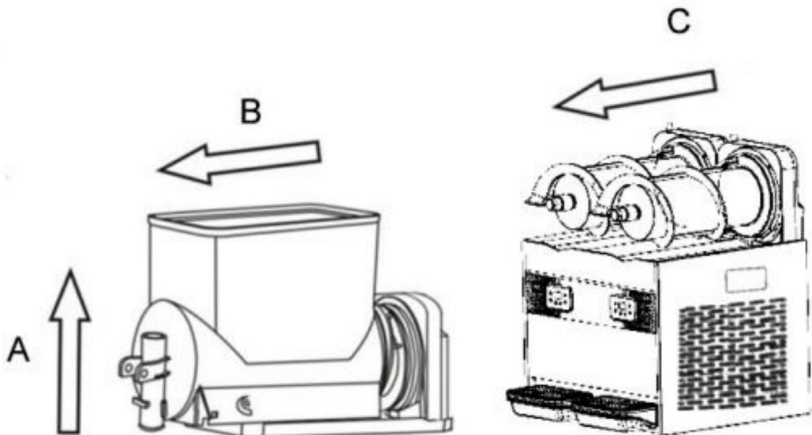

Abb.10
2. Nehmen Sie den Rührer und die Rührerdichtung heraus. Siehe Abb. 10.